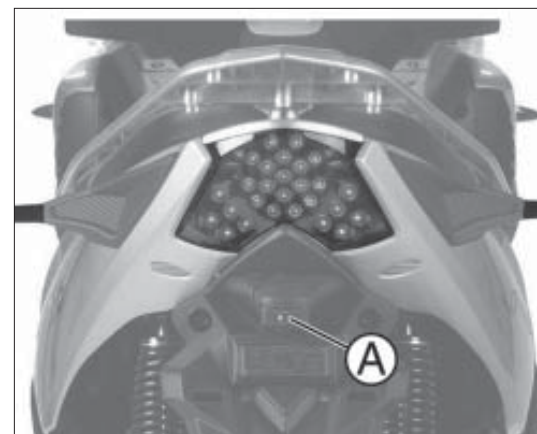

fig. 4
- svitare la vite A fig. 4;
- riposizionare la copertura in plastica avvitando la vite di fissaggio A fig. 4.